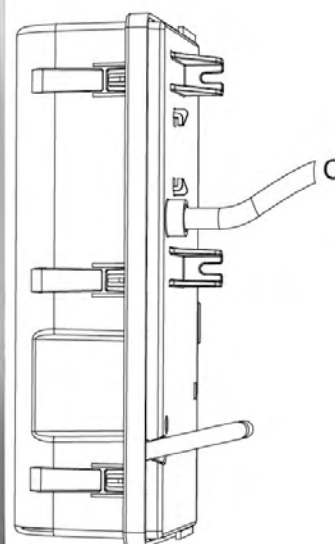

Figure 7-10: Dépose du tube court
7. Répétez l'étape ci-dessus pour l'anneau noir (C) à côté de l'aspirateur afin de sortir le tube plus court (Figure 7-10).